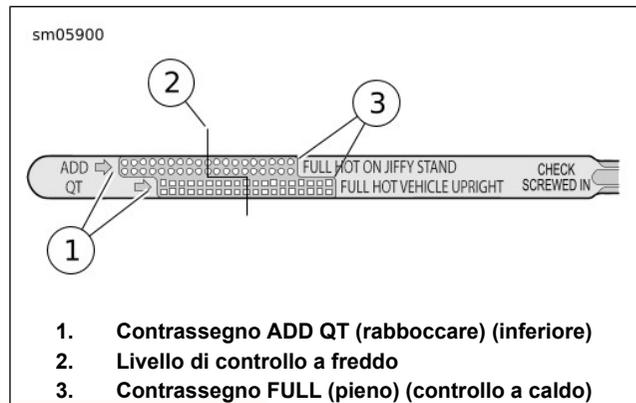

Figura 59. Astina di livello dell'olio motore
3. Vedere Figura 59. Rimuovere il tappo del rifornimento/l'astina di livello dell'olio e controllare il livello dell'olio. Il giusto livello dell'olio è a metà (2) tra i contrassegni ADD QT (rabboccare) e FULL HOT (pieno a caldo) sull'astina di livello.
4. Vedere Figura 59. Rimuovere il tappo del rifornimento/l'astina di livello dell'olio e controllare il livello dell'olio. Il livello dell'olio deve vedersi tra i contrassegni ADD QT e FULL HOT. Se il livello dell'olio si trova all'altezza o al di sotto del contrassegno ADD QT, aggiungere solo l'olio necessario a raggiungere il livello del contrassegno FULL HOT. Non rabboccare eccessivamente.